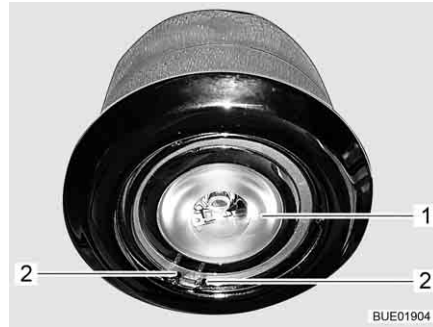

Bild 240 Taklampa
- Tryck samman änden på klämbygeln (Bild 240,2) och avlägsna klämbygeln.
- Avlägsna lysdiod (Bild 240,1).